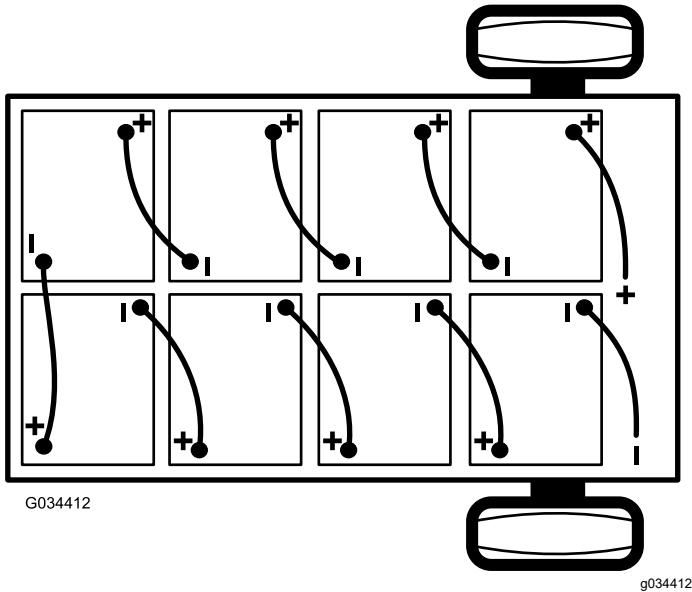

Bild 38
2. Schließen Sie das Hauptminuskabel (schwarz) ab, mit dem die Batterien an der Erdungsstelle der Maschine angeschlossen sind (Bild 38).
3. Schließen Sie das Hauptminuskabel (schwarz) zwischen den Batterien und der Maschine an (Bild 38).
3. Schließen Sie das Hauptpluskabel (rot) der Batterie ab, mit dem die Bank der Batterien am Hauptanschluss der Maschine angeschlossen ist (Bild 38).
Hinweis: Achten Sie auf die Batteriepolarität, wenn Sie neue Batterien einsetzen (Bild 38).
6. Schließen Sie die Batterien mit den Batterieverbindungskabeln, die Sie in Schritt 1 entfernt haben, zusammen, wie in Bild 38 abgebildet.
2. Schließen Sie das Hauptpluskabel (rot) der Batterie zwischen der Bank der Batterien und der Maschine an (Bild 38).